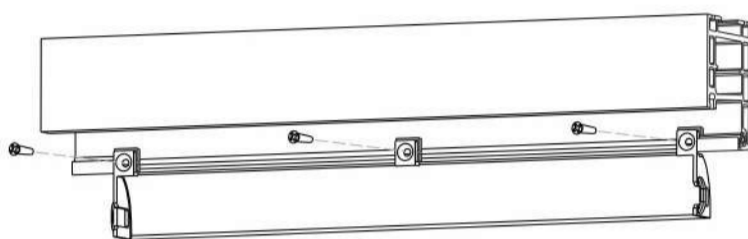

рис. 4
3. Извлечь фильтрующий элемент из корпуса козырька. Снять защитную пленку с замкнувшегося уплотнителя на козырьке. Установить корпус козырька на раму и закрепить саморезами (рис. 4).